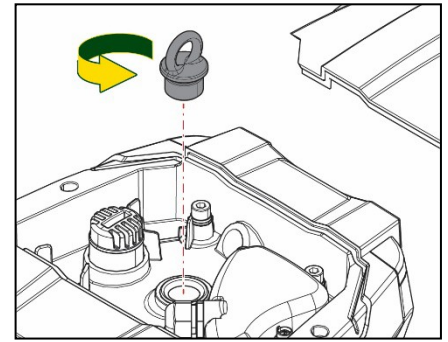

Abbildung 20
2. Entfernen Sie die Hebeöseschraube im oberen Bereich, indem Sie diese abschrauben (Abb.20). Während des Betriebs ist darauf zu achten, dass keine Verunreinigungen (flüssig oder fest) in den Motor gelangen.